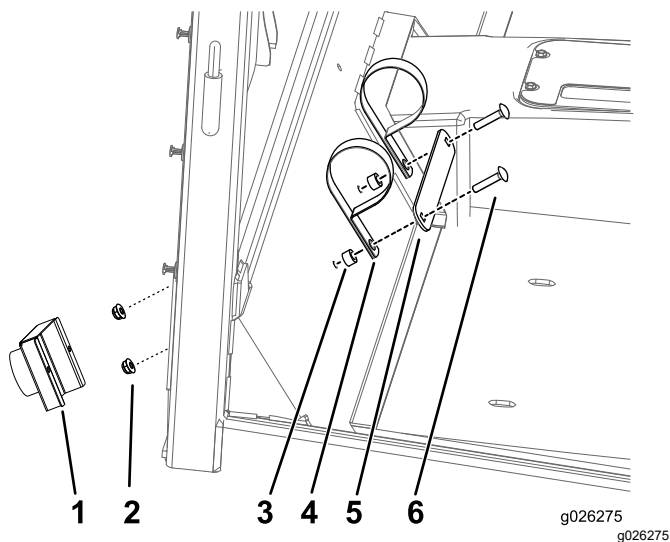

Figura 47
1. Montate il tubo del *Manuale dell'operatore* (Figura 47).